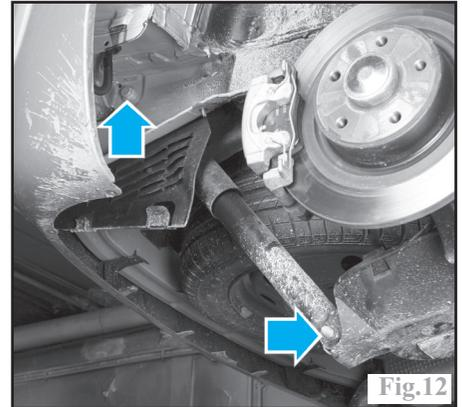

Fig.12
-les vis de fixation inférieure et supérieure d'amortisseur (Fig.12).